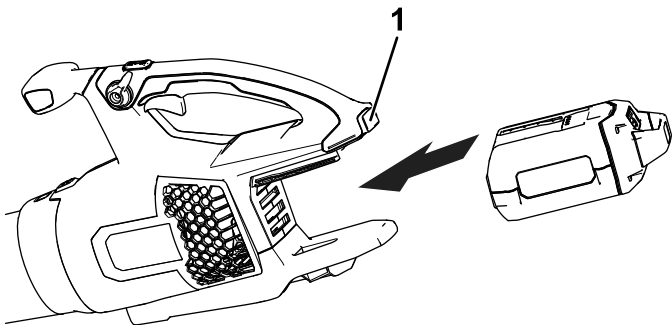

Figura 2
2. Alinee el hueco de la batería con la lengüeta del alojamiento de la empuñadura (Figura 2).